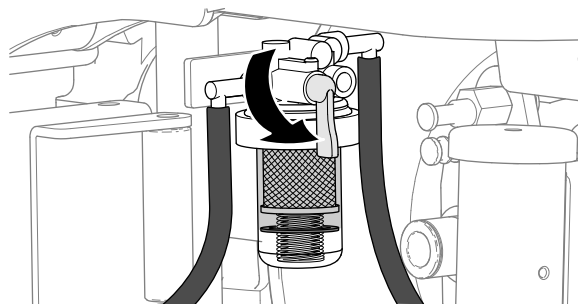

Figure 70
2. Tournez le robinet d'arrivée de carburant du séparateur carburant-eau à la position FERMÉE (Figure 70).